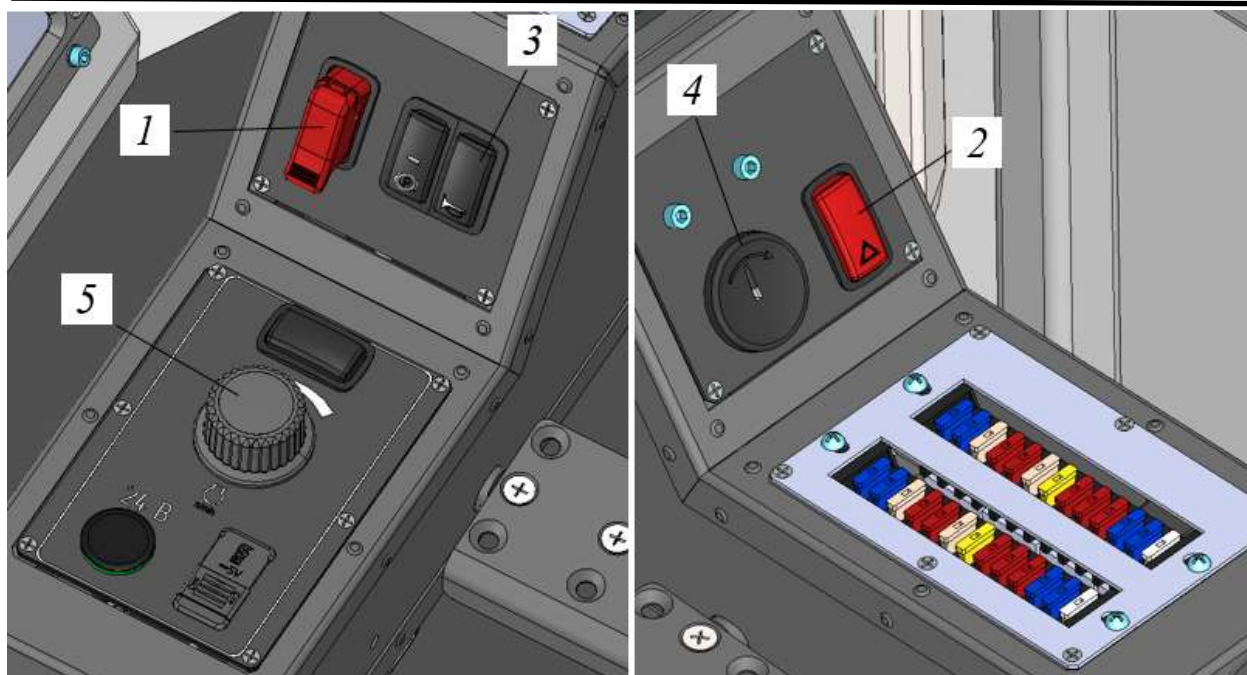

Рисунок 3.45. Панель управления левой тумбы
Включить зажигание, повернув ключ в замке зажигания в положение I, см. поз. 4, рис. 3.45.
- включить “массу” поз. 1, рис. 3.45;
- убедиться в том, что клавиша безопасности поз. 2, рис. 3.45, нажата (блокирует работу трансмиссии и кранового оборудования);
- подать короткий звуковой сигнал, нажав клавишу 3, рис. 3.45;
- повернуть ключ в замке зажигания поз.4, рис. 3.45, в положение «I» - включить зажигание;
Регулировка частоты вращения двигателя осуществляется потенциометром. Потенциометр расположен в правой тумбе, см. поз. 5, рис. 3.45. Где крайнее левое положение рукоятки потенциометра соответствует (вращение против часовой до упора) – минимальная частота вращения холостого хода. Крайнее правое положение рукоятки потенциометра соответствует (вращение по часовой до упора) – максимальная частота вращения холостого хода.
- отключить зажигание и массу, повернув ключ в замке зажигания поз. 4, см. рис. 3.45, в положение «0» – двигатель остановится.
В случае длительной стоянки (более недели) необходимо отключить массу, нажав клавишу поз. 1, рис. 3.45. В случае стоянки более двух недель отключить АКБ.
- рукояткой управления оборотов двигателя поз. 2 рис. 3.45 задать требуемый скоростной режим работы двигателя. Контроль частоты вращения двигателя осуществлять по дисплейному модулю.